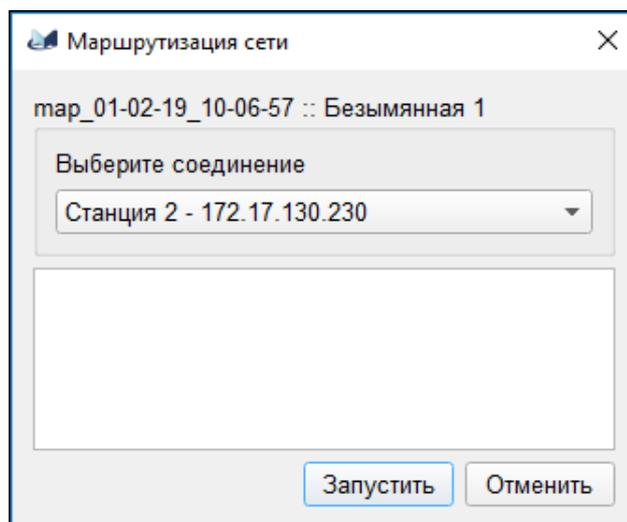

Рис. 57
4.2.10.2. Для запуска процедуры маршрутизации необходимо выбрать пункт *"Провести маршрутизацию"* контекстного меню менеджера NP сети. При выборе данного пункта меню будет открыто окно маршрутизации, как показано на рис. 57.